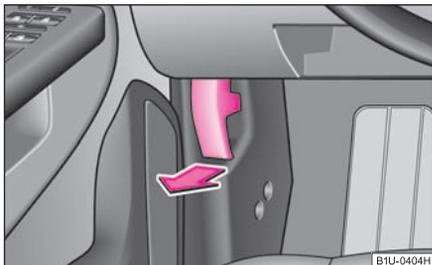

Fig. 148 Manette de déverrouillage du capot moteur
- Tirez sur la manette de déverrouillage sous le tableau de bord côté conducteur ⇒ fig. 148.
- Déverrouillez le capot-moteur ⇒ fig. 148.